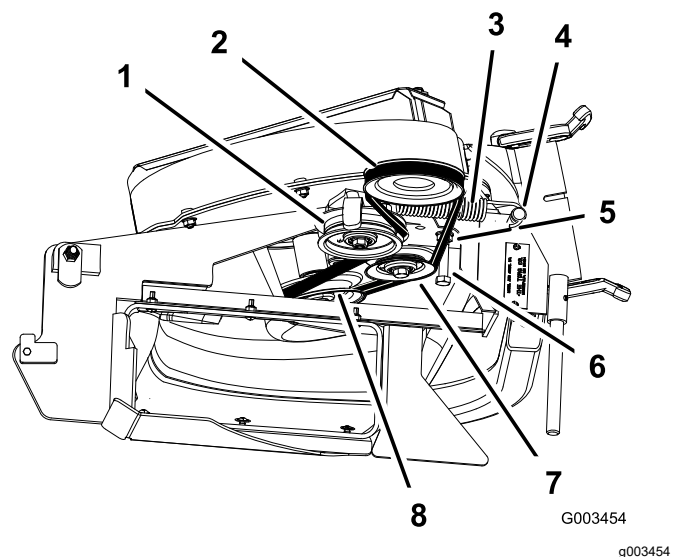

Figura 44
- Allentate il bullone del guidacinghia (Figura 44).
- Montate la nuova cinghia sulla puleggia del soffiatore (Figura 44).
- Serrate il bullone del guidacinghia (Figura 44).
9. Installate la cinghia sulla puleggia tendicinghia a molla (Figura 44).